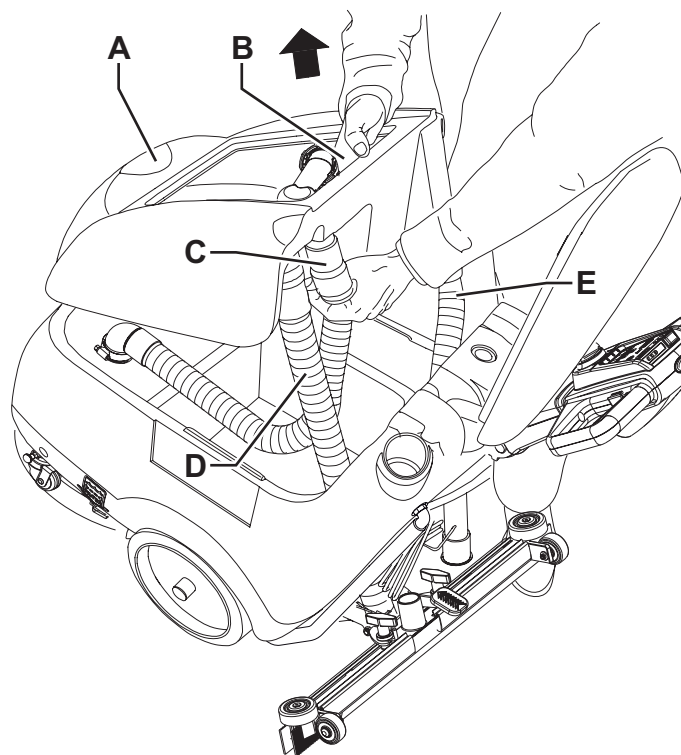

Figure 6
1. Contrôler que la manette (62) soit en position «0».
2. Vider le réservoir de l'eau de récupération (30), en procédant comme indiqué au paragraphe «Vidange des réservoirs».
4. Déconnecter le tuyau d'aspiration (22) de l'embouchure (11).
5. Déconnecter le tuyau de vidange de l'eau de récupération (16) du support correspondant (17).
6. Ouvrir le couvercle (6).
7. Saisir le réservoir de l'eau de récupération (A, Fig. 6) dans la zone (B) et le soulever légèrement.
8. Déconnecter le tuyau d'aspiration (C) du réservoir, et puis déposer le réservoir (A) avec les tuyaux correspondants (D) et (E).